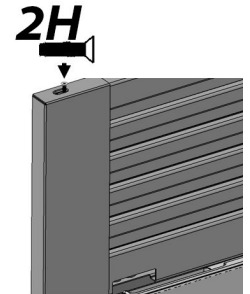

Fig. 26
- b. Fixez les vis 2H à la garniture supérieure (Fig. 26) et répétez pour le côté droit.